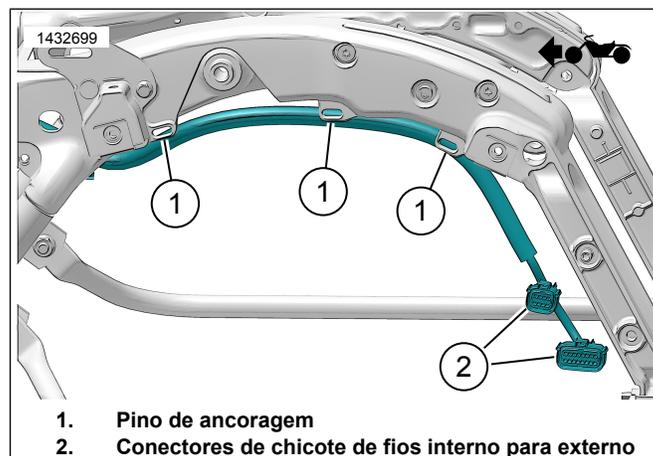

Figura 10. Roteamento do chicote de fios externo (típico)
1. Veja a figura 10. Direcione o chicote de fios externo do alforje ao longo do quadro. Usando as abraçadeiras, instale o chicote de fios sem apertar para fixar os pontos (1). Não aperte as abraçadeiras.
Veja a figura 10. Conecte o chicote de fios externo do alforje ao chicote de fios interno (2) no alforje.